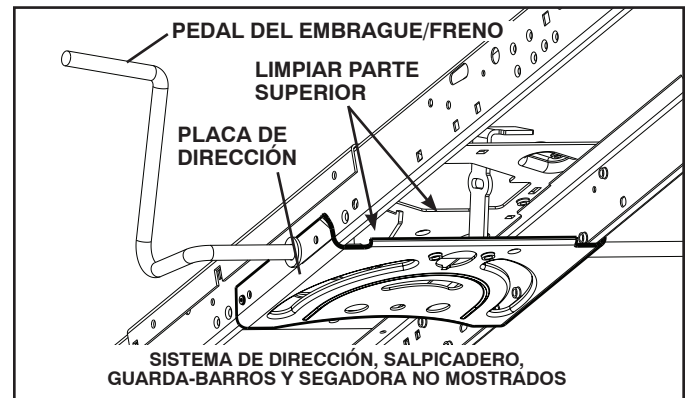

Fig. 22
- Limpie los desechos de la placa guía. Los desechos pueden limitar el movimiento del eje del pedal del freno/embrague, lo que hará que patine la correa y que se pierda la tracción. Vea Fig. 22.